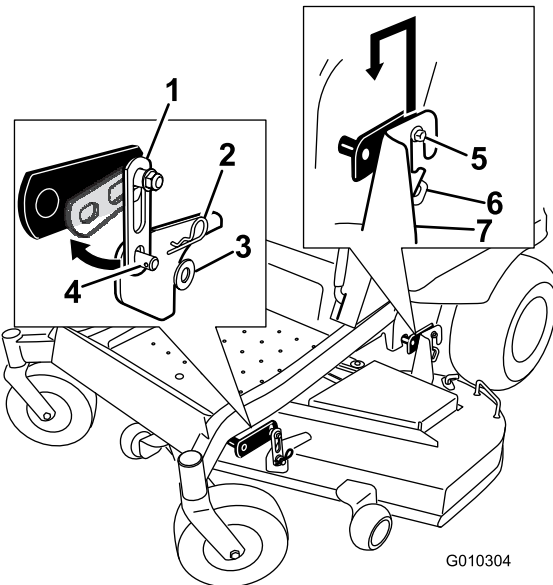

Figure 70
2. Enlevez les fixations des patte de fixation avant de chaque côté du tablier de coupe (Figure 70).
3. Soulevez le tablier de coupe avec précaution pour le dégager des boulons des pattes de fixation arrière et abaissez l'avant du tablier au sol (Figure 70).
5. Soulevez l'arrière du tablier de coupe et guidez les supports sur les boulons des pattes de fixation arrière (Figure 70).
6. Montez le support avant du tablier de coupe sur les pattes de fixation avant et fixez-les avec une rondelle et une goupille fendue (Figure 70).